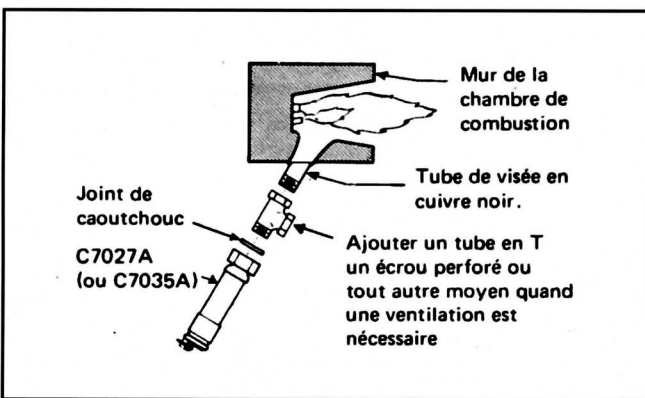

Fig. 6. Montage de la cellule C7027A sur la chambre de combustion (vue de dessus). Le montage de la C7035A est similaire
- Montage du détecteur (Fig. 6)